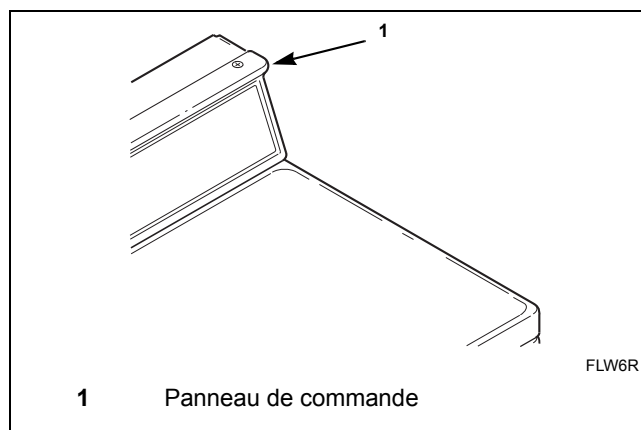

Figure 18
1. Ouvrir le panneau de commande Se reporter à la *Figure 18*.